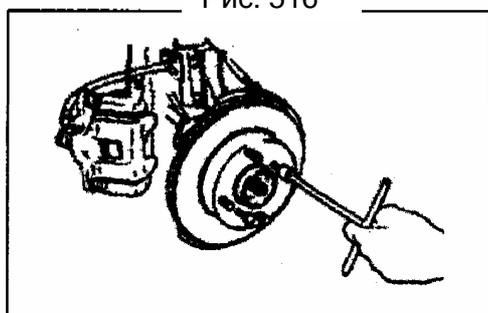

Рис. 517
- 4) Снимите болты крепления суппорта (Рис. 517).